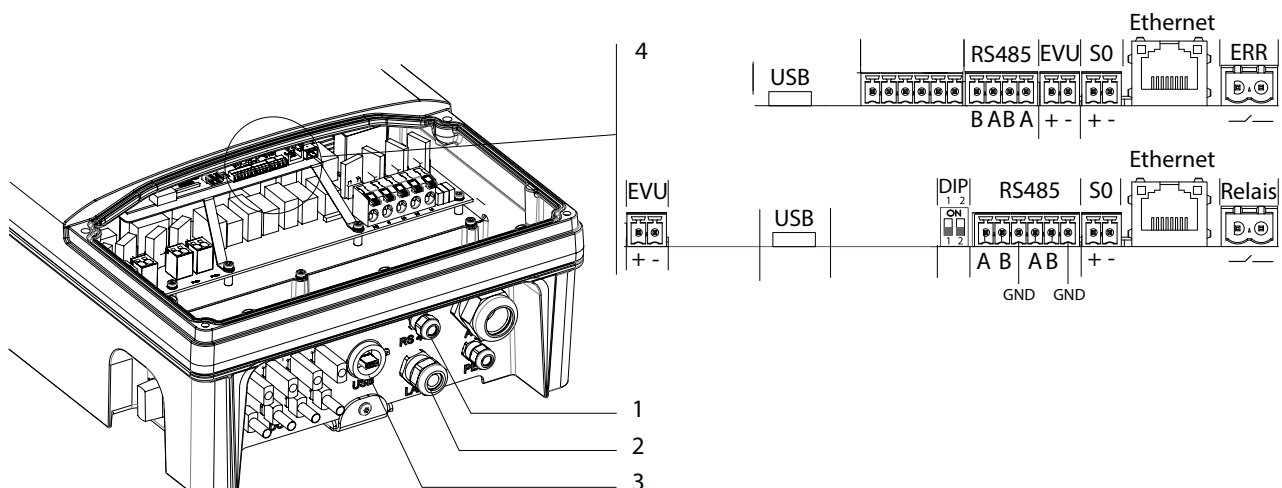

Bild 13: Anschlussbereich: Anschluss und Belegung der Schnittstellen: Oben: Variante 1. Unten: Variante 2
Alle Schnittstellen befinden sich auf der Anschlussplatine hinter dem Deckel für den Anschlussbereich. Verwenden Sie die vorgesehenen Kabelverschraubungen und Steckverbindungen (siehe Bild 13 auf Seite 24).
1. Deckel der Kabelverschraubung lösen und abnehmen (siehe Bild 13 auf Seite 24).
5. Anschlusskabel an die Ethernet-Schnittstelle anschließen (siehe Bild 13 auf Seite 24).
1. Kabelverschraubung lösen (siehe Bild 13 auf Seite 24).
- LI2YCYv (TP) schwarz für Außen- und Erdverlegung 2 x 2 x 0,5
- LI2YCY (TP) grau für trockene und feuchte Räume 2 x 2 x 0,5
- 1. Kabelverschraubung lösen (siehe Bild 13 auf Seite 24).
- 3. Anschlusskabel an die vorgesehenen Anschlussklemmen anschließen (siehe Bild 13 auf Seite 24).